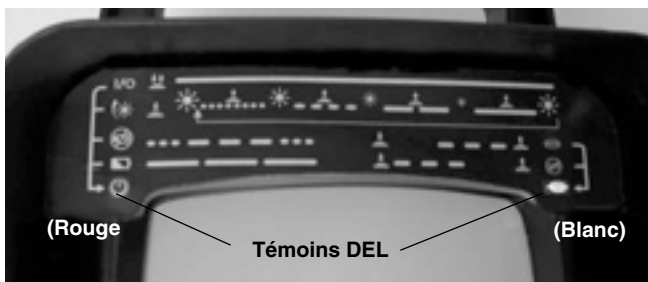

Figure 8 – Panneau des témoins DEL
Témoin DEL (Figure 8) – Les témoins DEL qui se trouvent à côté de l'écran du moniteur indiquent les paramètres opérationnels suivants :
*LED Indicators - See Figure 8.